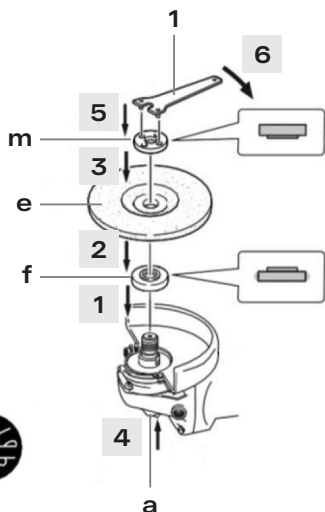
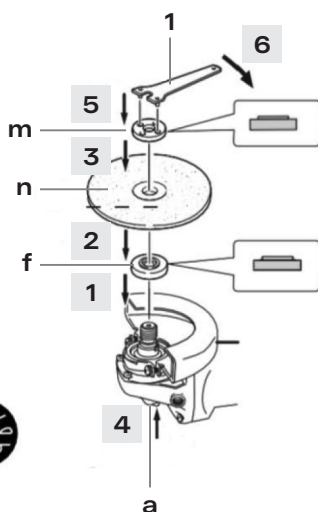

Рис. 5
Рис. 6
## Установка абразивных кругов (рис. 5 и 6)
4. Далее зафиксируйте абразивный круг гайкой (поз. m), накрутив последнюю на резьбу шпинделя. Убедитесь, что гайка установлена правильной стороной в зависимости от используемой оснастки. В случае с абразивными обдирочными кругами (рис. 5, поз. e) гайка монтируется буртиком в сторону круга. В случае с абразивными отрезными кругами (рис. 6, поз. n) гайка устанавливается в сторону круга плоской стороной.